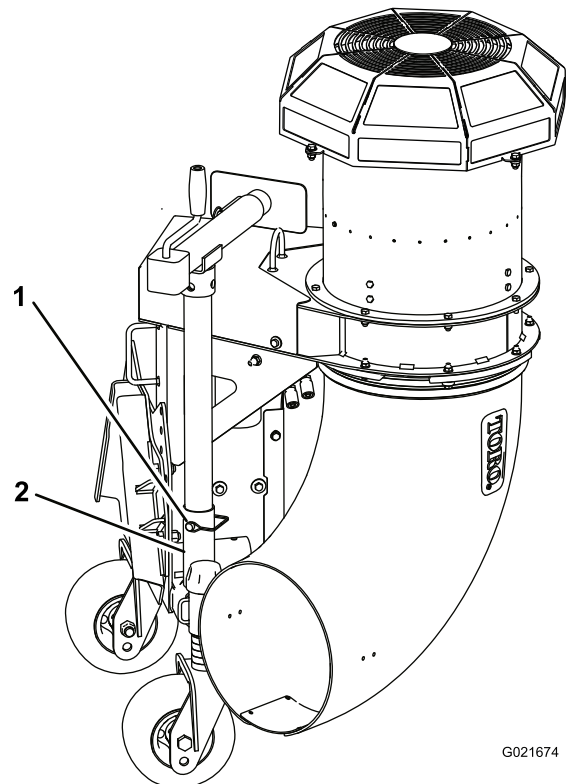

Figura 5
5. Retire o pino de encaixe que prende o tubo do macaco ao tubo de armazenamento (Figura 5). Retire o conjunto do apoio da posição de armazenamento.